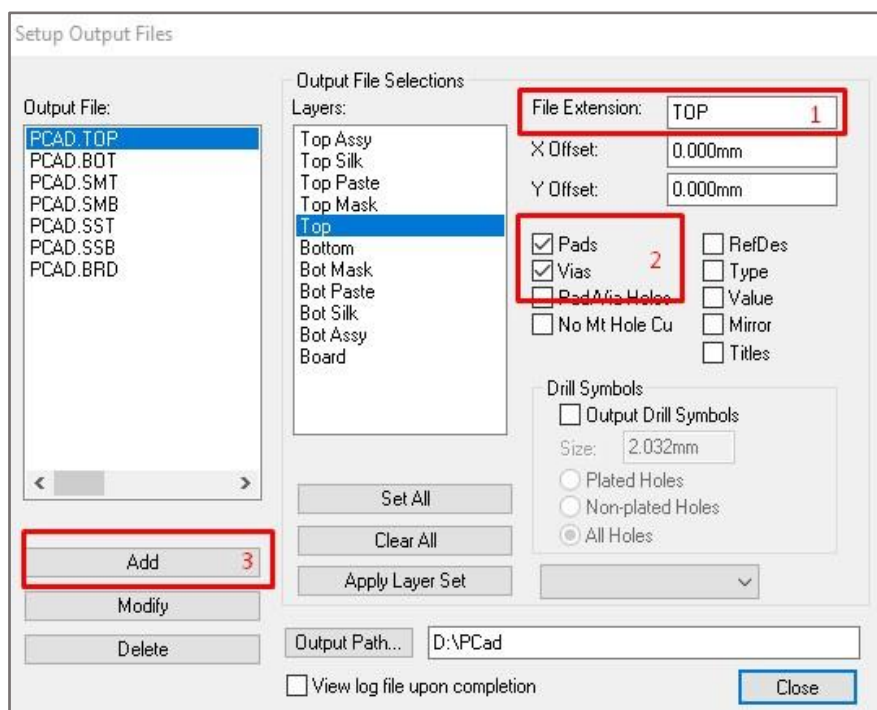

Рисунок 4. Задание имен выходных файлов
d) Теперь необходимо задать параметры и сгенерировать слои топологии, масок, маркировок, контура и др. Для этого следует нажать кнопку **Setup Output Files...** и выполнить следующую последовательность операций (см. рисунок 4):